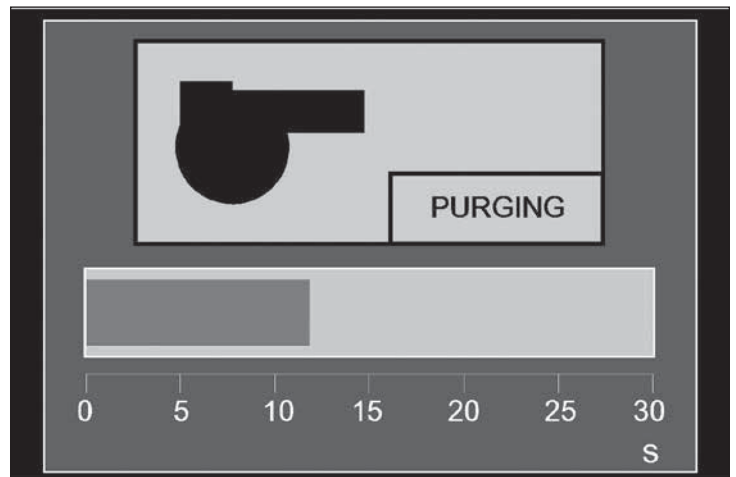

Figura 25
- Purgando (Purga): Elimina los vapores o los gases de la cámara de combustión. Consulte la Figura 25.